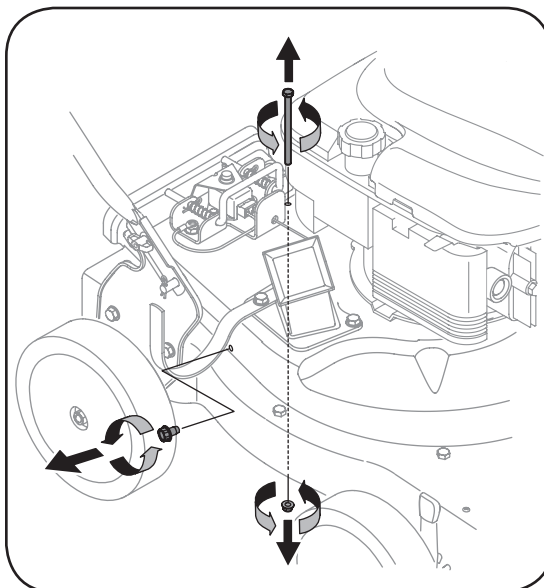

Figura 5-1
4. Saque el tornillo autosellante del lado derecho de la unidad que se une a la pantalla de desgranado. Puede ser necesario quitar la suspensión de soporte de manguera para conseguir el acceso al tornillo. Vea la figura 5-1.
5. Saque el tornillo de cabeza hexagonal de la parte superior de la caja posterior cerca del soporte de montaje, y la tuerca de seguridad de la brida que une la pantalla de desgranado. Vea la figura 5-1.